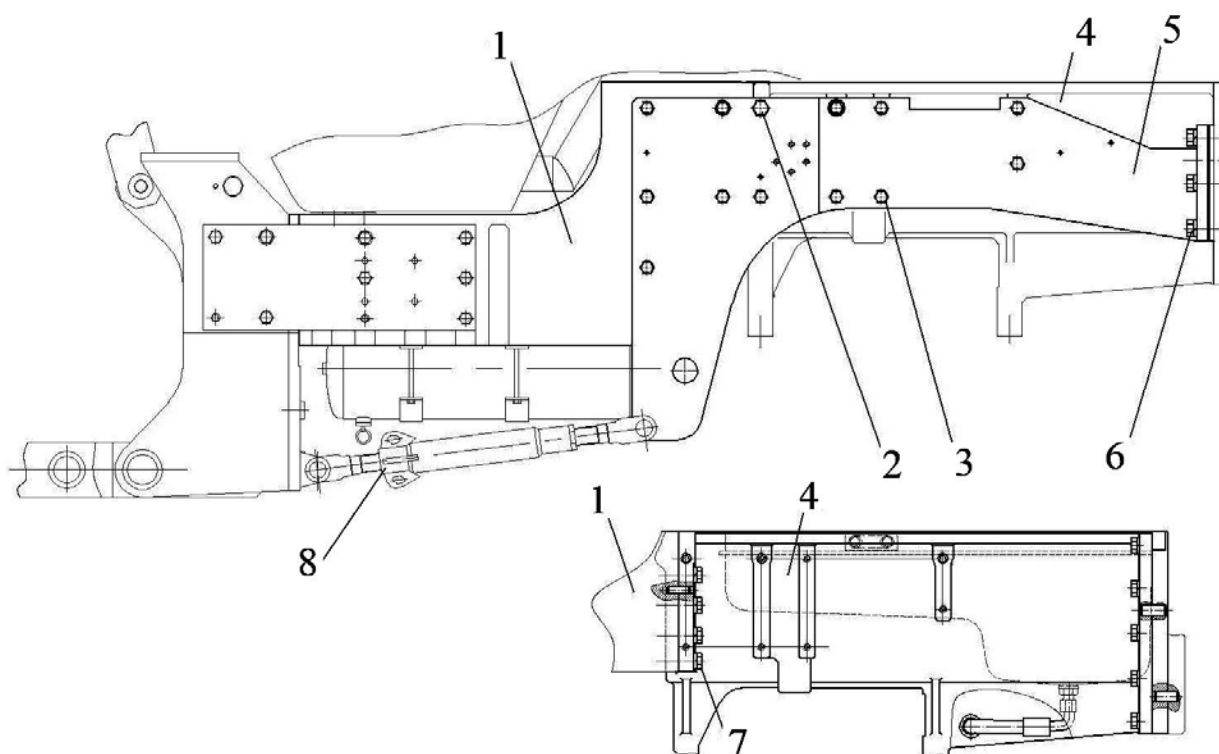

Рис.9.14
- 7) демонтируйте два кронштейна (5), (рисунок 9.14), обвязки рамы, отвернув двадцать шесть болтов (3), шесть болтов (6) и два болта (2);
- 8) отсоедините передний брус (1), (рисунок 9.14), от рамы (4), открутив восемь болтов (7);
- 9) демонтируйте две стяжки (8), (рисунок 9.14), с обеих сторон.